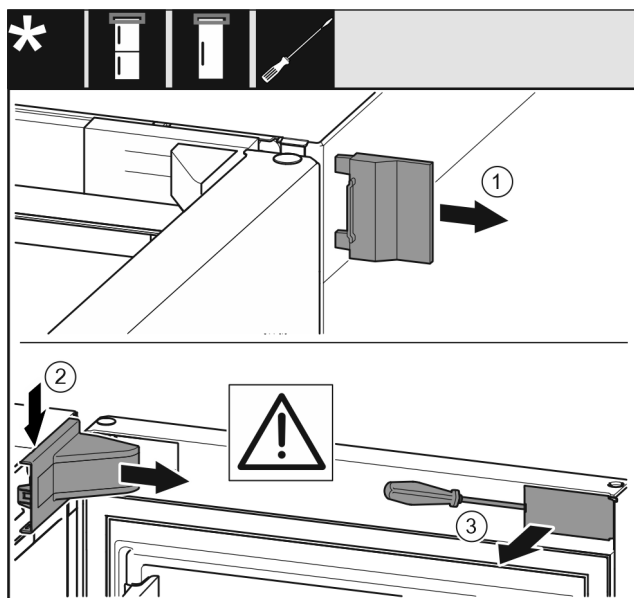

Fig. 6
► Αφαιρέστε το εξωτερικό κάλυμμα. Fig. 6 (1)
► Ξεκουμπώστε και λύστε το κάλυμμα του στηρίγματος. Αφαιρέστε το κάλυμμα του στηρίγματος. Fig. 6 (2)
► Ξεκουμπώστε το διακοσμητικό κάλυμμα με ίσιο κατσαβίδι και παραμερίστε το προς το πλάι. Fig. 6 (3)